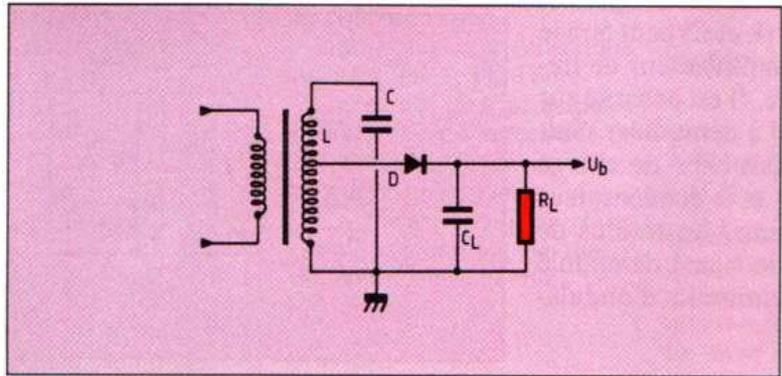

Fig. 7. - Pour réduire l'amortissement dû au démodulateur, on utilise le bobinage du circuit résonnant comme autotransformateur.
**Prise sur l'enroulement.** La figure 7 montre la solution de l'autotransformateur. Si la prise se trouve à la moitié du nombre de spires de l'enroulement, le rapport d'autotransformation est de 0,5, ce qui signifie qu'on recueille la moitié de la tension dont on dispose aux bornes de C. Or, en divisant la tension par deux, on obtient quatre fois moins de puissance dans une résistance donnée.